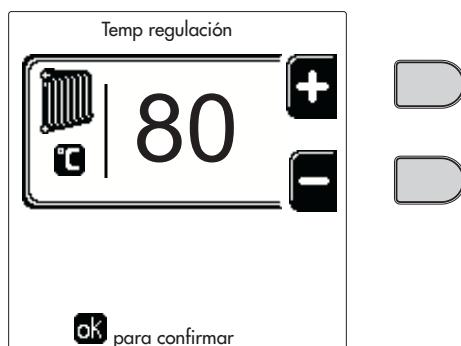
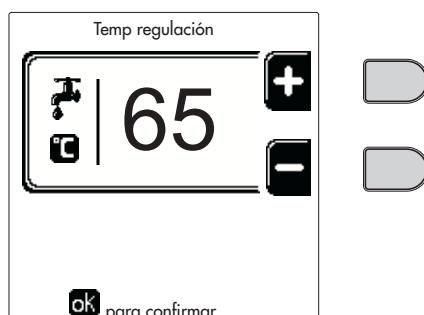

fig. 12
fig. 14
- **ON.** Ante una demanda de calefacción/ACS, la caldera funciona a la temperatura de Regulación de calefacción/ACS (fig. 12/fig. 14) programada.
- **OFF.** Ante una demanda de calefacción/ACS, la caldera funciona a la temperatura de Regulación Reducida. La temperatura reducida se obtiene restando la temperatura de Regulación Reducción a la temperatura de Regulación calefacción/ACS (fig. 12/fig. 14) programada.